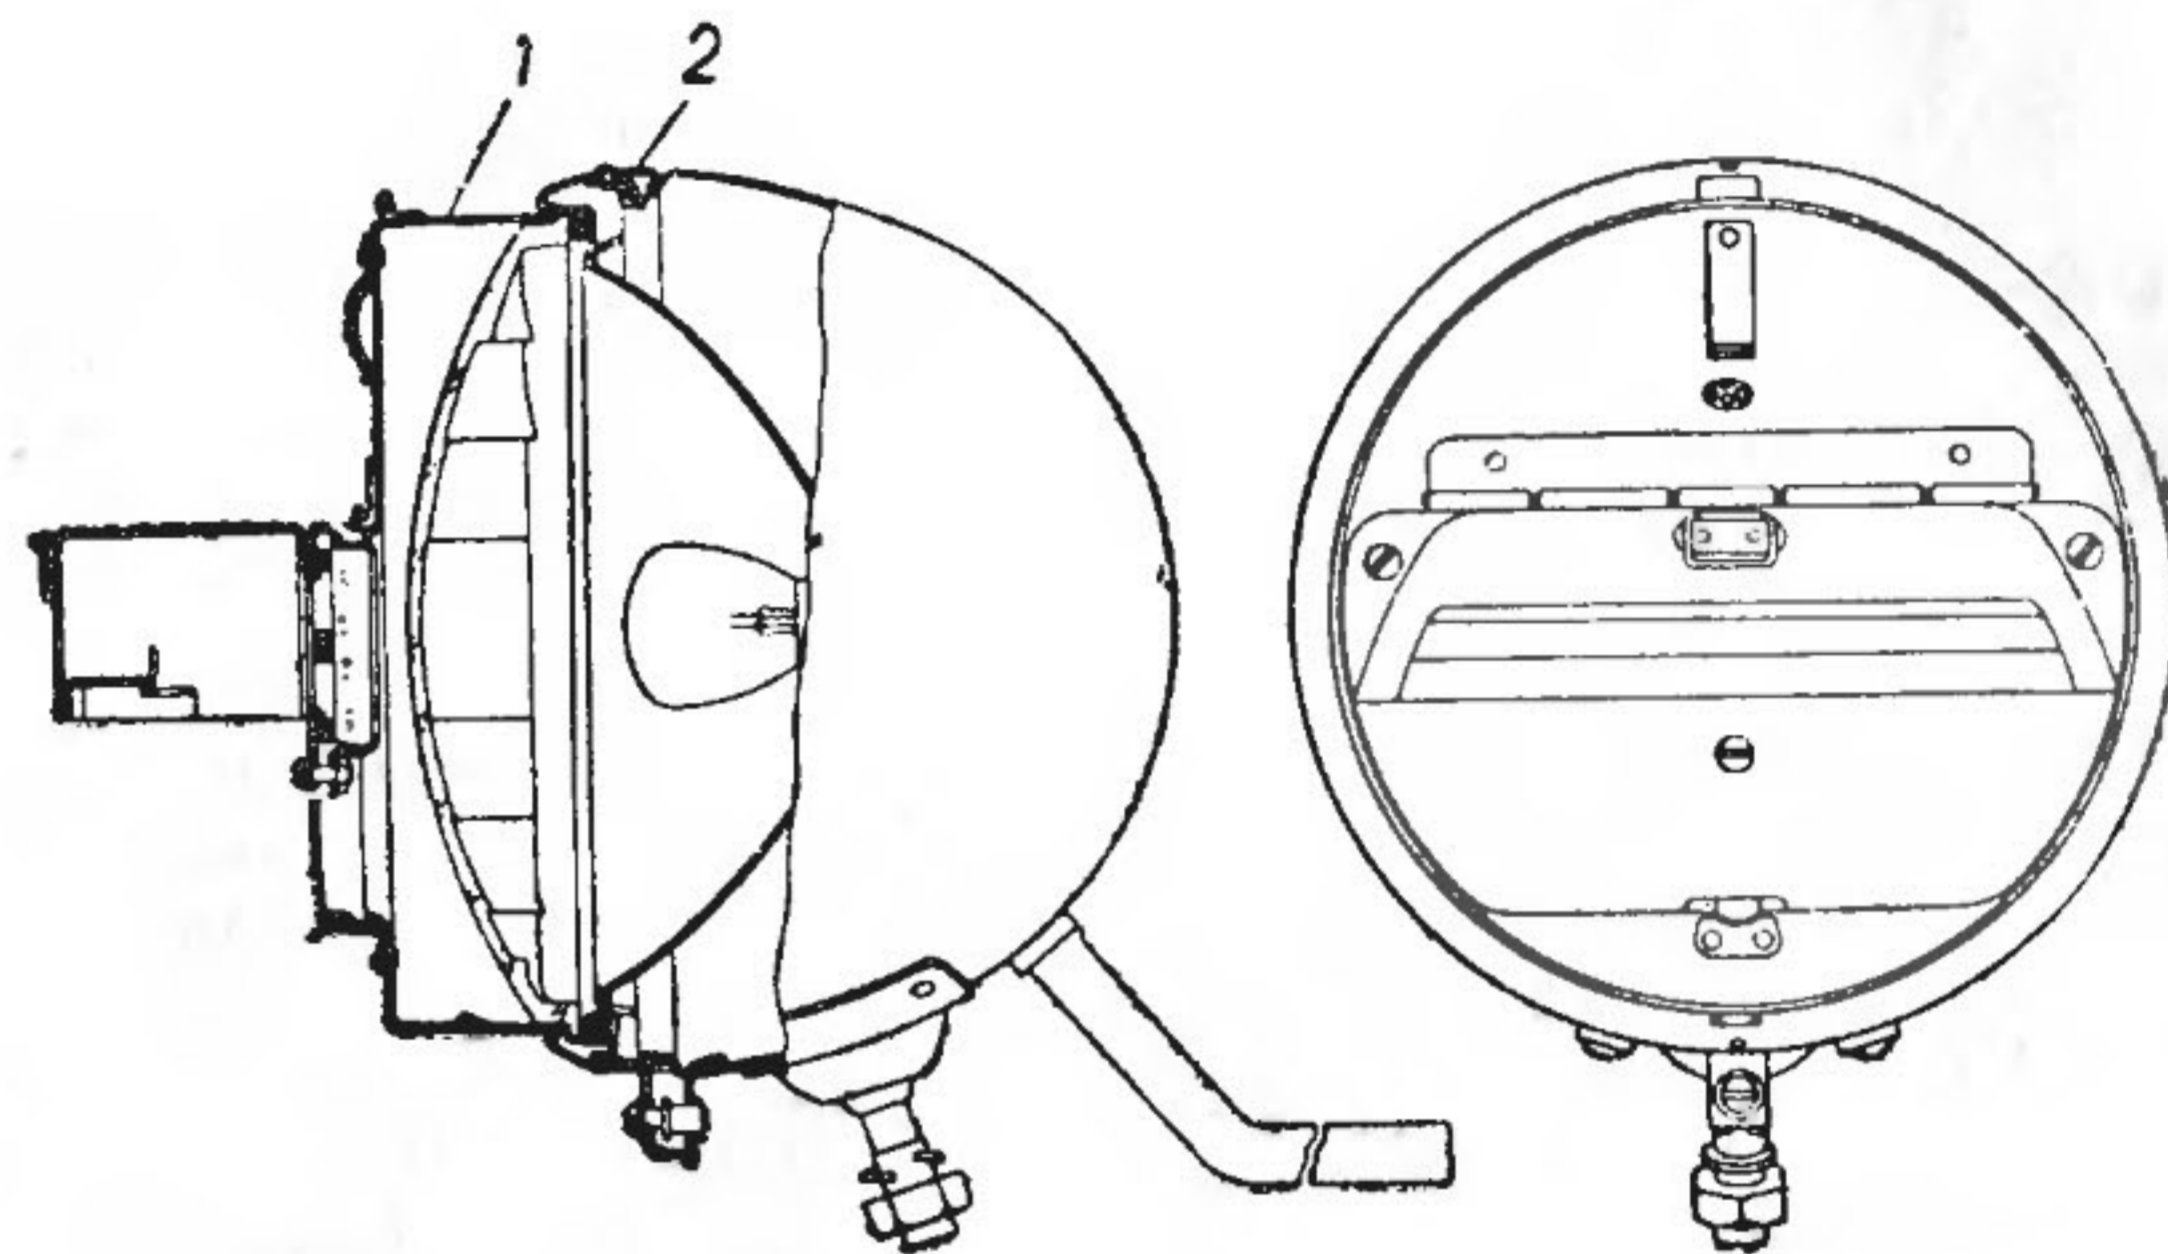

Рис. 56. Фара со светомаскировочной насадкой:
3. Наденьте на насадку 1 (рис. 56) специальный наружный ободок 2, имеющийся в комплекте с насадкой.